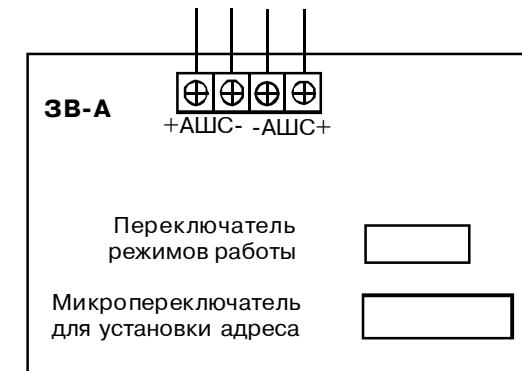

Рис. 37 Схема внешних подключений ЗВ-А
- выполните соединения согласно рис. 37;